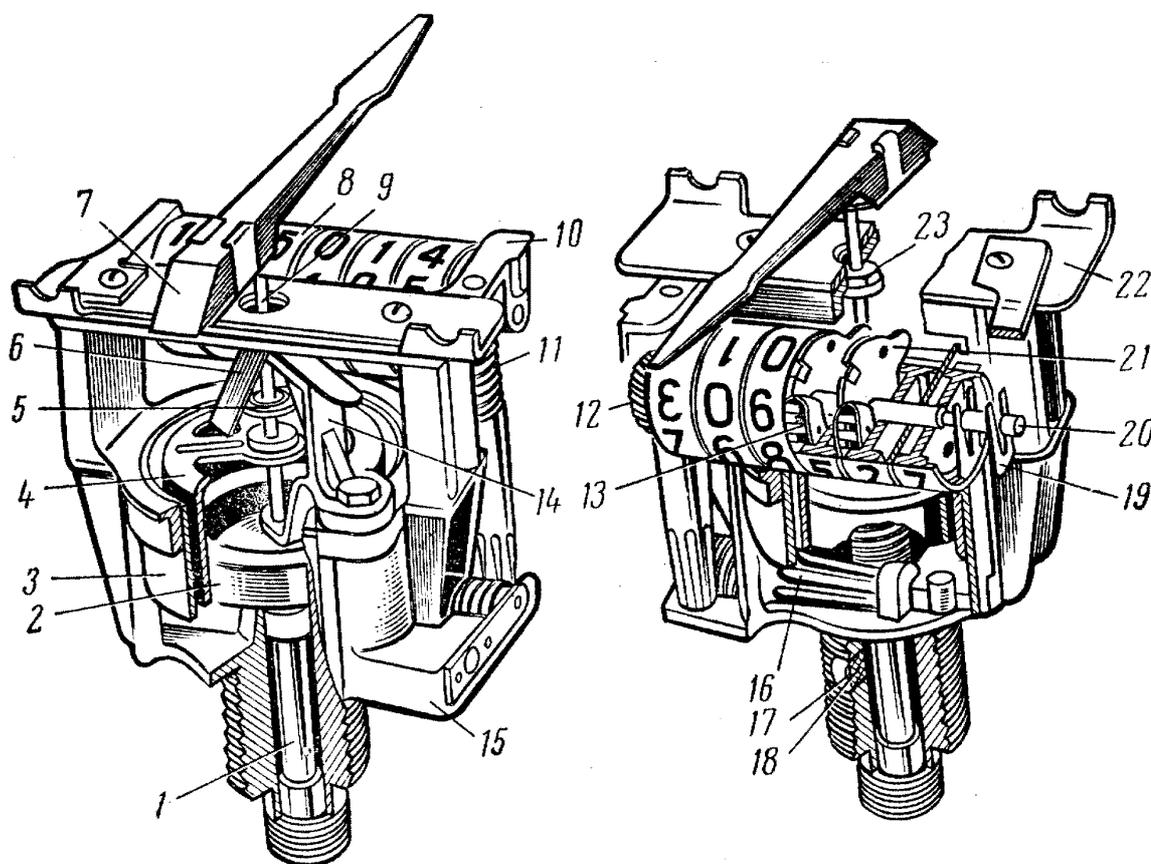

Рис. 226. Механизм спидометра:
**Спидометр** (рис. 226) состоит из стрелочного указателя скорости движения и суммарного счетчика пройденного пути.
При смене гибкого вала проверить, не загрязнено ли отверстие валика спидометра и перемещается ли трос в продольном направлении. Показание спидометра можно корректировать поворотом пластины *б* (см. рис. 226), к которой прикреплен конец возвратной пружины *5*.